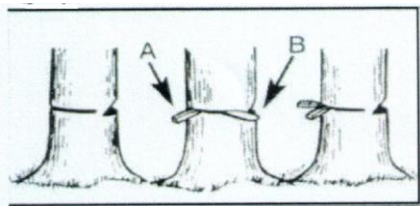

Fig. 11
- Usare cunei in legno o in plastica (Fig. 11) per evitare di forzare la barra e la catena durante il taglio.